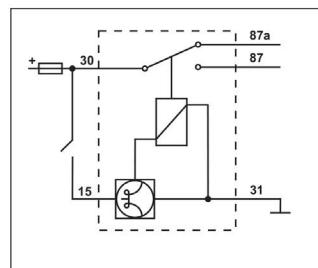

Рис.1
- 2.1 Подключить реле по схеме (рис.1).